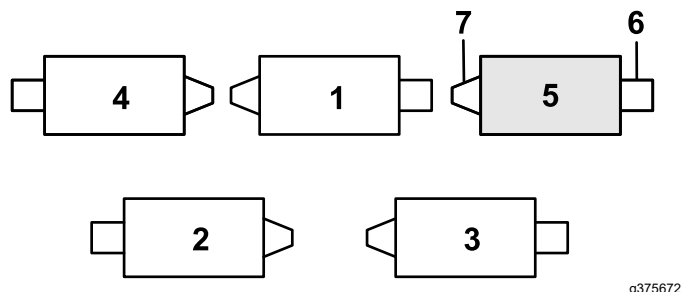

Bild 12
- Wenn der Splint im hinteren Loch der Kompensierungsfederstange installiert ist, entfernen Sie den Splint und setzen Sie ihn in das Loch neben der Halterung ein (Bild 12).